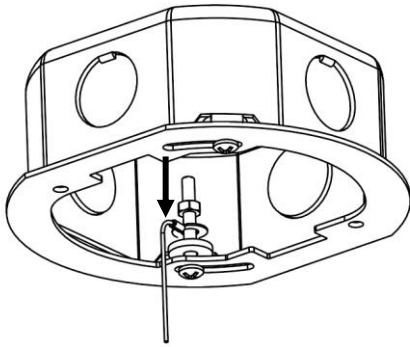

Figura 4: Método A
- A) Pase el ojal de amarre a través del tornillo y asegúrelo con la tuerca incluida apretándola en la parte superior del ojal **DESPUÉS de haber fijado la placa de montaje a la caja de conexión**. Este es el método de instalación que recomienda Acuity Brands para facilitar la instalación de la luminaria. Este proceso se muestra en la *Figura 4*.